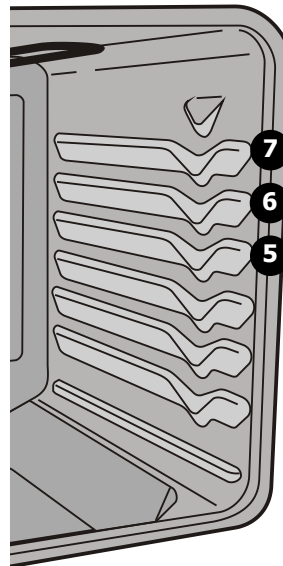

Fig. 1
1. Disposez la grille du four lorsque le four est froid. (fig.1 et 4). Pour des résultats de brunissement optimaux, préchauffez le four pendant 5 minutes avant d'ajouter de la nourriture.